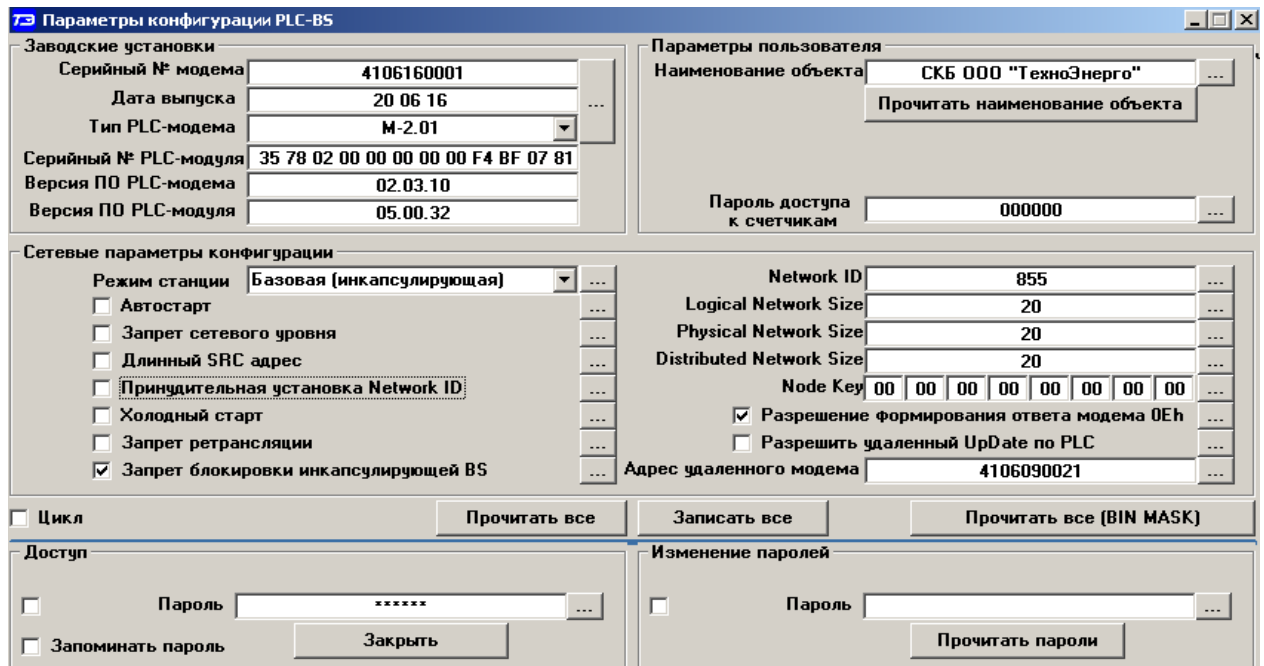

Рисунок 52 – Форма «Параметры конфигурации PLC-модема»
26.6.2 Для конфигурирования BS в режиме PLC-удлинителя необходимо (рисунок 52):